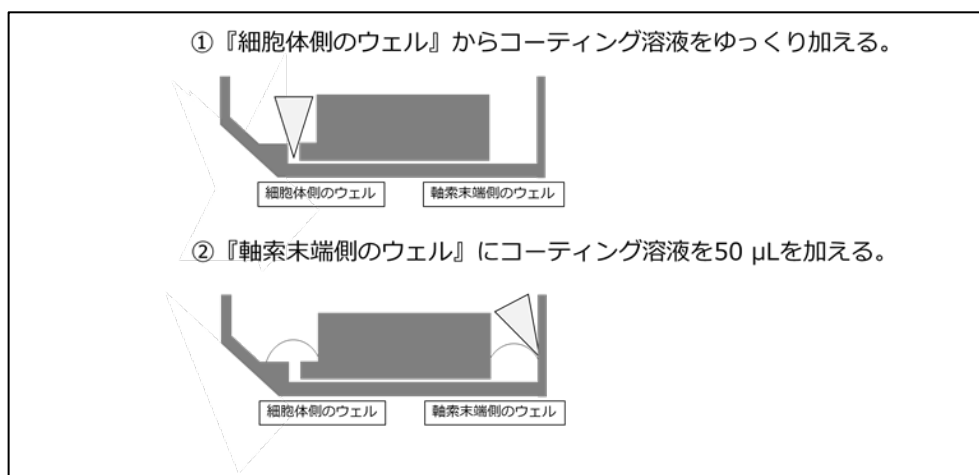

図5. Aチップの断面図のイメージ、コーティング溶液の入れ方(▽: チップの位置)
① マイクロピペットでコーティング溶液を採取し、チップの先を『細胞体側のウェル』に密着するように差し込み、コーティング溶液をゆっくり加えて下さい(50 μ Lを推奨)。『流路』にコーティング溶液が流れていき、軸索末端側のウェルのコーティング溶液が流れてくることを確認して下さい。図5)。
② 『軸索末端側のウェル』の全体を覆うように、コーティング溶液を加えて下さい (50 μ Lを推奨)(図5)。